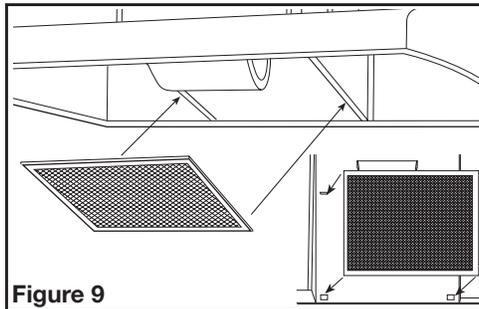

Figure 9
1. Install the appropriate filter sliding the back side of the filter into the tab and pressing the front of the filter into place (Figure 9).
1. Installer les filtres en ajustant le filtre dans le canal de la hotte et en le glissant vers l'arrière jusqu'à ce qu'il soit arrêté contre l'arrière de la hotte (Figure 9).